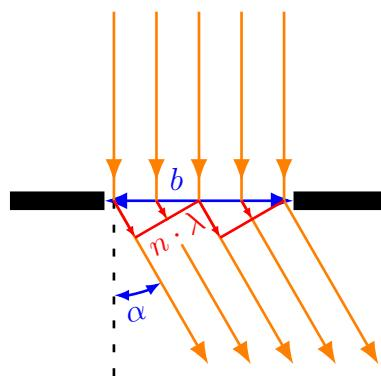

Abbildung 1: Einfachspalt der Breite b .
- Unter welchen Bedingungen kann man Beugung vernachlässigen, also die geometrische Optik anwenden? (Hinweis: Betrachte das Verhältnis von Wellenlänge zu Spaltbreite in Abb. 1).